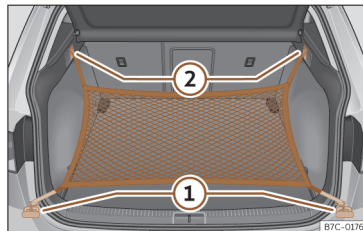

Fig. 167 Dans le coffre à bagages : œillets ① et crochets ② pour accrocher le filet.
- Fixez les crochets courts du filet aux œillets d'amarrage >>> **fig. 167** ① >>> △. La fermeture à glissière du sac doit rester vers le haut.
- Fixez les rubans aux crochets pour accrocher des sacs ②.